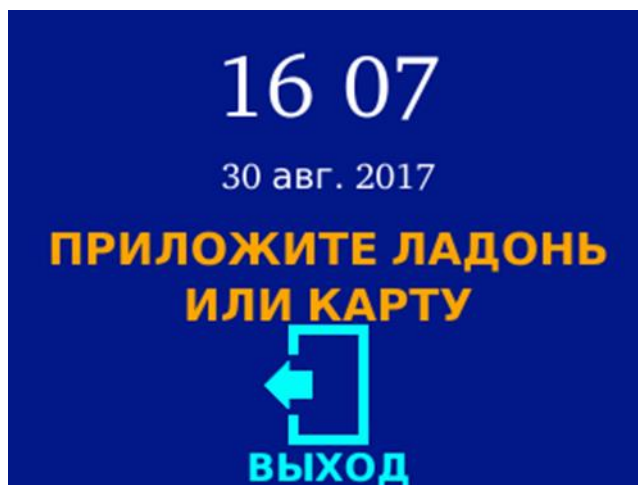

Рисунок 32 – Экран терминала в режиме «Отметка на выход»
- **Отметка на выход** (см. рисунок 32)